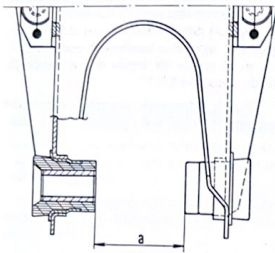

Fig. 6.2.—Brazo oscilante, lado rueda.
- Medir la distancia a (fig. 6.2) entre los casquillos del brazo oscilante